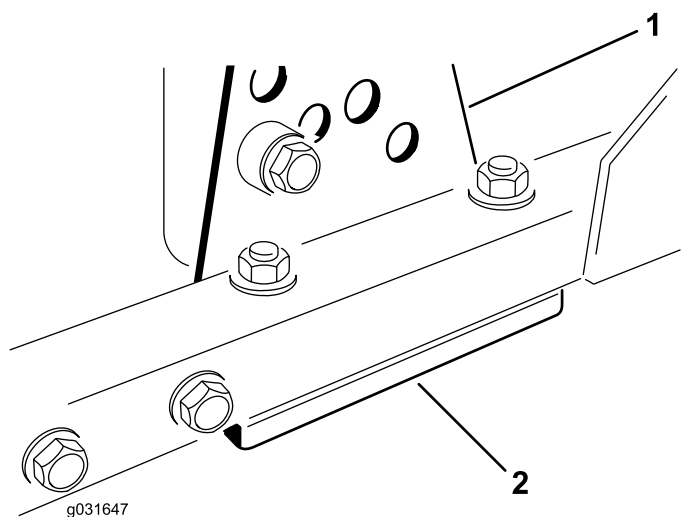

Figure 72
1. Retirez le support de hauteur de coupe (avant, gauche ou droit) du cadre de l'unité de coupe (Figure 72).
2. Placez des cales de 1,5 mm et/ou une cale de 0,7 mm entre le cadre et le support de l'unité de coupe pour obtenir la hauteur de coupe voulue (Figure 72).
3. Montez le support de hauteur de coupe sur le cadre de l'unité de coupe en plaçant les cales restantes sous le support (Figure 72).